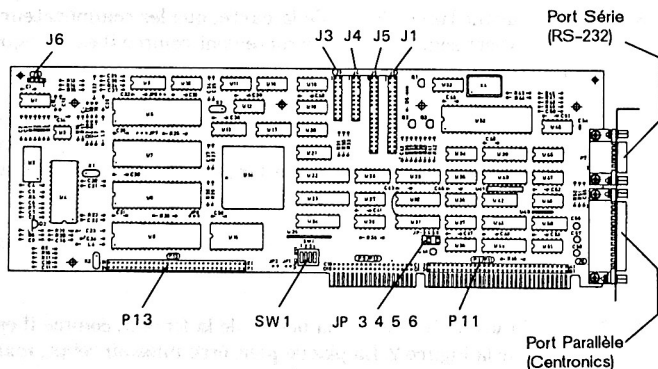

Figure 3
7. Connectez le câble de contrôle de l'unité de disquette à J1 comme il est indiqué sur la Figure 3. Vérifiez que le bord du câble qui a un traceur de couleur se trouve le plus près possible du bord supérieur de la carte.
8. Si votre PC a une unité de disque dur, connectez le câble de contrôle de cette unité à J5 de la Carte de Personnalité, comme il est indiqué sur la Figure 3. Vérifiez que le bord du câble qui a un traceur de couleur se trouve le plus près possible du bord supérieur de la carte.
9. Le câble de données de la première unité de disque dur doit être connecté à J4 de la Carte de Personnalité. Si votre PC a une deuxième unité de disque dur, le câble de données de celle-ci doit être connecté à J3 de la Carte de Personnalité (Figure 3). Vérifiez que le bord du câble qui a un traceur de couleur se trouve le plus près possible du bord supérieur de la carte.
10. Connectez le câble du voyant du disque dur à J6 de la Carte de Personnalité, comme l'indique la Figure 3. Le dessin de ce connecteur permet une connexion variable.